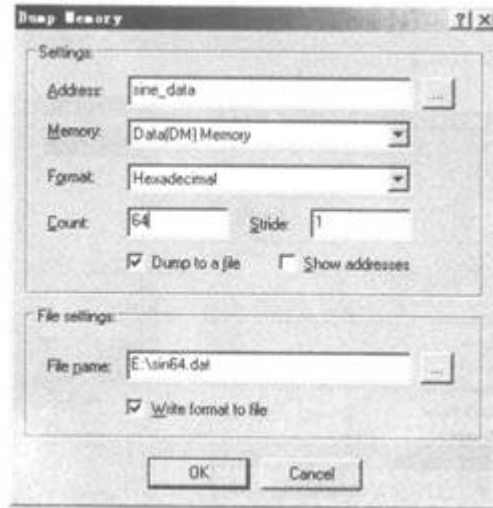

图 5-50 存储器数据导出设置对话框
(2) 在激活的存储器窗口中单击鼠标右键，在菜单中选择 **dump**，将出现存储器数据导出设置对话框，如图 5-50 所示。配置该窗口中的参数，完成后单击 **OK** 按钮即可。